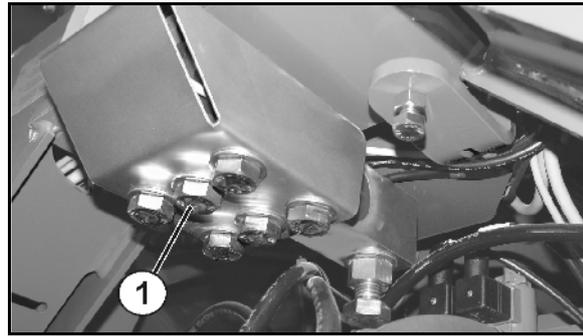

Fig. 51
- 6 Schrauben der Wiegezone (Fig. 51/1)